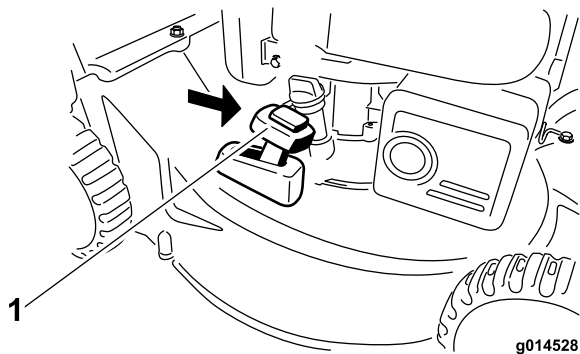

Figura 20
2. Installate il cesto di raccolta; fate riferimento a Rimozione del cesto di raccolta \(pagina 13\) e spostate la leva di comando del cesto nella posizione di **raccolta** (Figura 20).
Nota: Prima di scaricare posteriormente lo sfalcio, togliete il cesto di raccolta dal tosaerba, se montato; fate riferimento a Rimozione del cesto di raccolta \(pagina 13\). La leva di comando del cesto deve essere in posizione di **raccolta** (Figura 20).